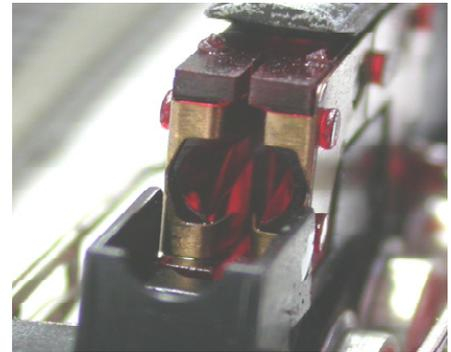
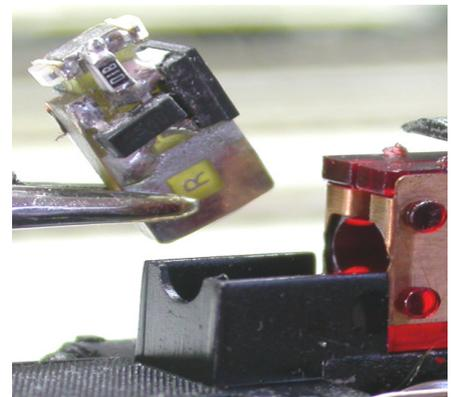
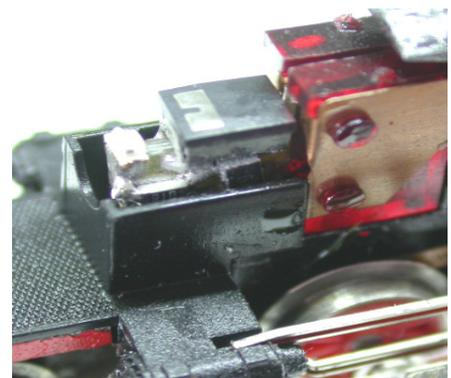

Bild 2: Korrekter Sitz der Kontaktbleche
Bild 3: Richtiges Einsetzen des Bausteines
Bild 4: Korrekter Sitz, Baustein ganz eingeschoben
8. Nehmen Sie den Elektronikbaustein aus der Verpackung. Der schwarze Kondensator zeigt nach oben, die LEDs in Fahrtrichtung. Nun setzen Sie diesen in die Fassung ein, wo vorher die Lampe eingesetzt war, Bild 2. Der Baustein wird etwas schräg gehalten und ebenso schräg nach unten geführt bis er auf dem Boden in der Fassung aufsitzt, Bild 3. Nun nach hinten schieben soweit es geht. Dabei senkt sich der vordere Teil ab, soweit dies das Lokchassis zulässt. Evtl. geht das allerletzte Stück etwas schwer, da hilft ein leichtes hin und her ruckeln, bis der komplette Baustein in die Fassung gleitet. Auf keinen Fall mit Gewalt reindrücken. Er muss dann waagrecht sitzen und es ist darauf achten, das der Baustein ganz nach hinten geschoben ist, Bild 4.
10. Sitzt der Baustein nicht fest oder fällt sogar heraus, müssen die Kontaktbleche der Fassung nachgebogen werden. Dies muss mit einer Pinzette unter größter Vorsicht geschehen. Die stromführenden Bleche dürfen nicht zur Seite gebogen sein. Es muss zwischen allen Kontaktblechen ein kleiner Spalt bleiben, Bild 2. Die Kontakte dürfen sich keinesfalls berühren.